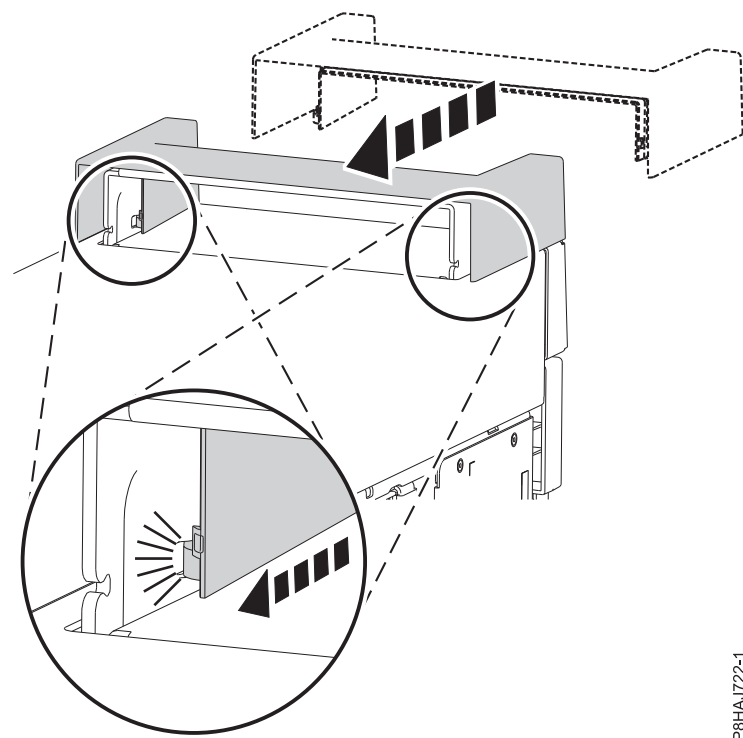

Figura 20. Fijación de la tapa de asa en un sistema 8286-41A autónomo
1. Fije la tapa de asa en la estación de acoplamiento RDX interna (FC EUA3) deslizando hacia la parte posterior del sistema. Consulte la Figura 20.